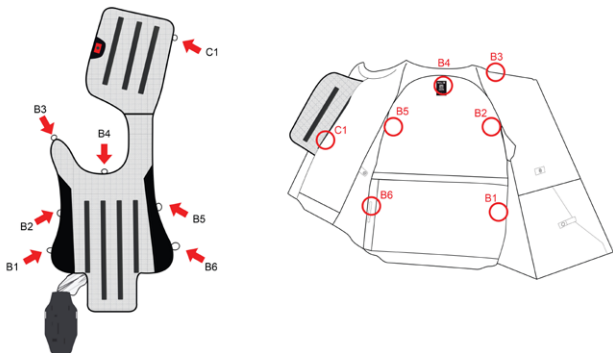

Abbildung 14
4. Lösen Sie den Airbag von der Weste, indem Sie alle Verbindungsclips öffnen. Die Clips sind wie in Abbildung 14 dargestellt angeordnet.